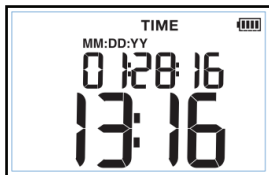

Figura 3. Configuração de hora
1. Pressione **SETUP** até que **TIME (HORA)** seja exibido no visor. Veja a figura 3.